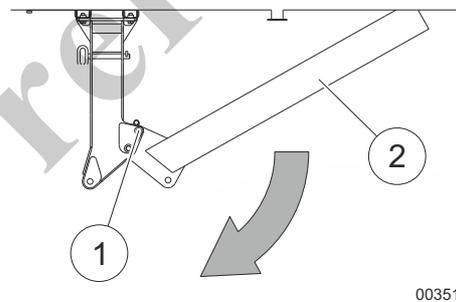

Fig. 200 Liberación y despliegado de la rampa
- 12 Libere el perno (1, Fig. 200) en la rampa. Despliegue la rampa (2, Fig. 200).